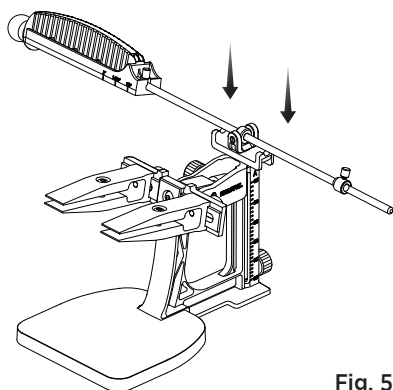

Fig. 5
5. Placera slipstyrstången i parkeringsspåret på stödstången. (Se Fig. 5)